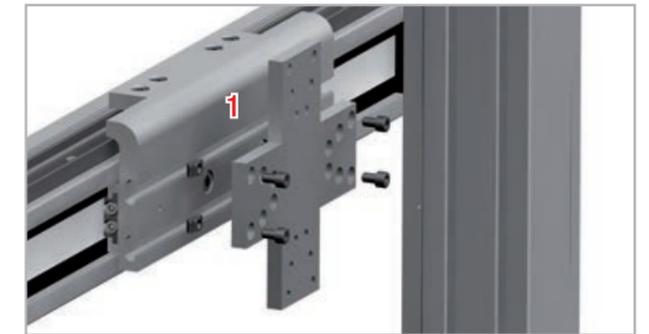

Fig. 106
1. Introduzir os parafusos de um lado da placa de conexão nos orifícios preparados (ver fig. 106).